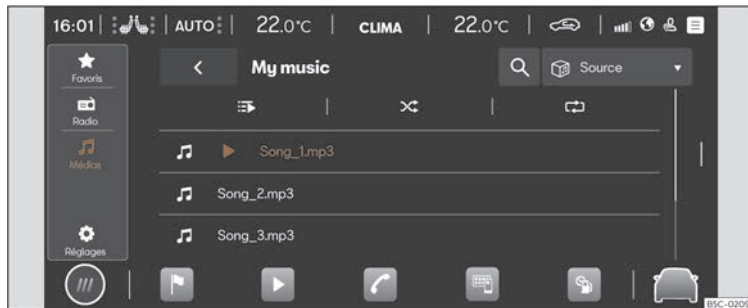

Fig. 175 Représentation schématique : Vue Multimédia.
- Appuyez sur **HOME** > ► > 🎵 >>> **fig. 175**.